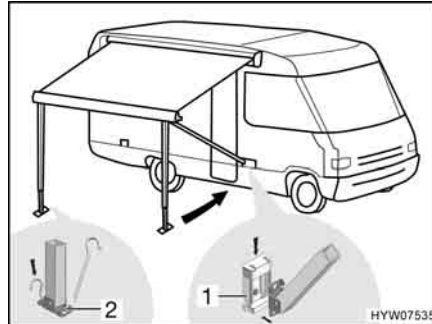

Fig. 40 Fissaggio dei montanti di supporto
- Incastrare i montanti di supporto nei supporti (Fig. 40,1) sul veicolo (se presenti), oppure fissarli sul terreno con dei puntelli (Fig. 40,2).